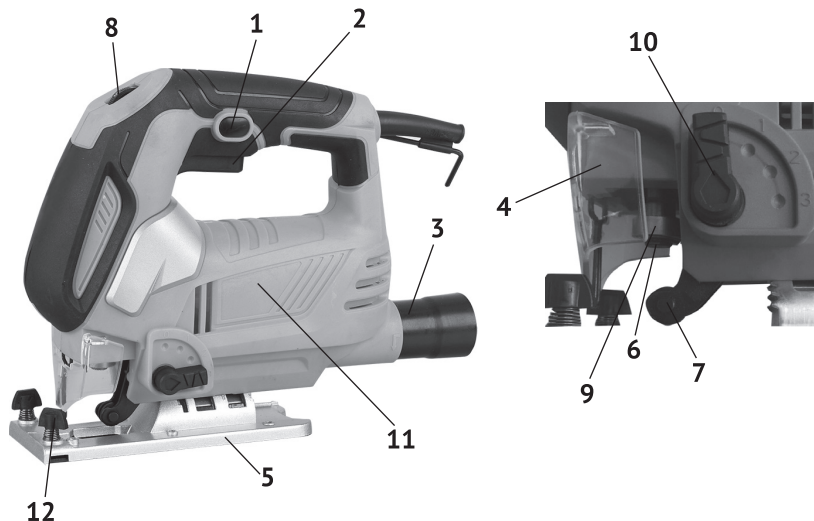

рис.1
1.6 Общий вид лобзика представлен на рис.1
1.7 Коллекторный двигатель и приводной механизм лобзика расположены в пластиковом корпусе (рис.1 поз.11). Корпус, состоящий из двух половин (правой и левой), выполнен заодно с рукояткой, расположенной сверху. Крутящий момент с якоря электродвигателя, посредством встроенного эксцентрикового механизма преобразуется в возвратно-поступательное движение верхней направляющей штока. На нижней направляющей штока расположен полкодержатель (рис.1 поз.6), в который крепится пила. Лобзик имеет Т – образное крепление пилки (первая буква в маркировке пилки). Первая цифра в маркировке – длина пилки (Т1 – короткая, Т2 – средняя, Т3 – длинная). Цвет хвостовика (а чаще и всей пилки) указывает на материал обработки (серый – для дерева, синий – для металла, красный – для полимеров, чёрный – для других материалов).
Переключатель маятникового хода (рис.1 поз.10) имеет 4-е фиксированных положения: «0» - вертикальное пиление, «1», «2», «3» - всё более увеличивающееся отклонение от вертикали. Маятниковый ход в режимах «1», «2», «3» применяется для улучшения эффективности резания мягких (древесина, пластмасса и т.п.) материалов.
В нижней части опорной плиты (рис.1 поз.5) находятся два винта (головка - внутренний шестигранник). Ослабляя эти винты, устанавливаем боковой наклон корпуса лобзика относительно подошвы (до 45° вправо или влево).
1.8 Клавиша выключателя (рис.1 поз.2) расположена в нижней части рукоятки. Включение лобзика осуществляется нажатием на клавишу выключателя указательным пальцем. Фиксация клавиши в рабочем положении, осуществляется кнопкой (рис.1 поз.1), расположенной слева на рукоятке. При повторном нажатии на клавишу, кнопка фиксации и клавиша (со щелчком) возвращается в исходное положение - выключено.
Диск регулятора скорости (рис.1 поз.8) расположен сверху, в передней части рукоятки. С его помощью устанавливается необходимая скорость хода пильного полотна.
1.9 В комплект поставки входит параллельный упор с метрической разметкой. Упор крепится в пазах регулируемой подошвы двумя винтами (рис.1 поз.12) перед пилкой. Выставив упор (справа или слева от лобзика), на отмеченном по шкале расстоянии, можно проводить рез, параллельно края заготовки.
- поднять вверх пластиковый защитный кожух (рис.1 поз.4);
- повернув вокруг своей оси втулку (рис.1 поз.9), расфиксировать пилкодержатель (рис.1 поз.6);
- вставить снизу пилку (зубцами вперёд) в полкодержатель (рис.1 поз.6) так, чтобы задняя часть полотна попала в паз направляющего ролика (рис.1 поз.7);
- для удаления пыли из зоны резания используйте пылесос, присоединив его к патрубку пылеотвода (рис.1 поз.3);
При выборе скорости движения пильного полотна необходимо оценить материал заготовки. Чем твёрже распиливаемый материал, тем ниже скорость, устанавливаемая регулятором (рис.1 поз.8).